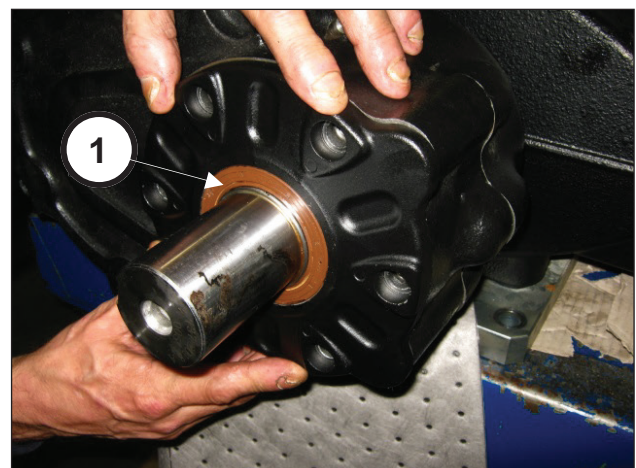

Abb. 94
Geben Sie besonders beim Einsetzen des Ölabstreifrings auf das Ritzel acht, um den Ring nicht zu beschädigen (Pos. ①, Abb. 94)